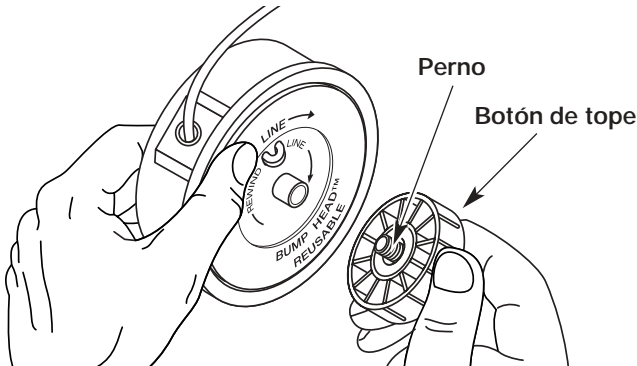

Figure 17
1. Sostenga la bobina exterior con una mano y desenrosque el botón de tope en sentido antihorario (Fig. 17). Inspeccione el perno de adentro de el botón de tope para verificar que se mueva con libertad. Cambie el botón de tope si está dañado.